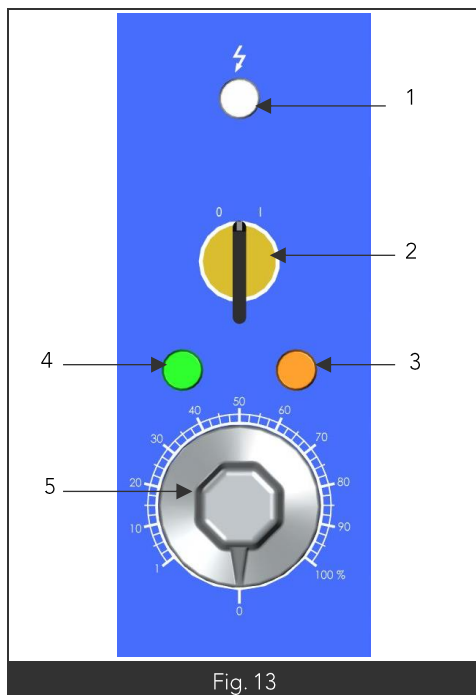

Fig. 13
- L'appareil étant sous tension le voyant blanc s'allume (Fig13 Rep1)
- Tourner la manette du commutateur (Fig13 Rep2) sur la position « 1 » (marche)
- Le voyant vert de fonctionnement s'allume (Fig13 Rep4).
- Tourner la manette du doseur d'énergie (Fig13 Rep5) sur la position 100%
- Le voyant orange s'allume (Fig13 Rep3) ce qui signifie la chauffe de l'appareil.